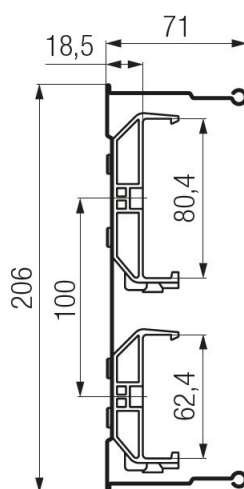
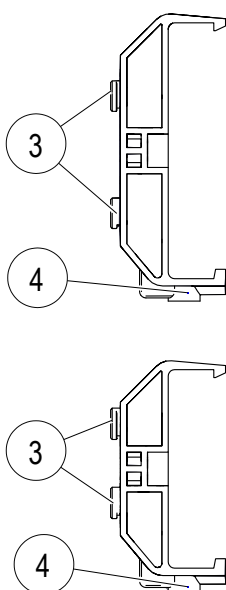
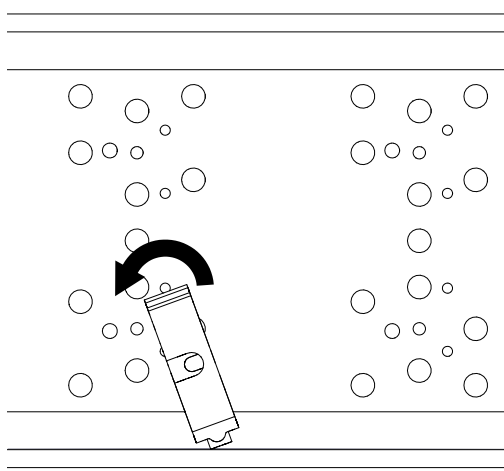
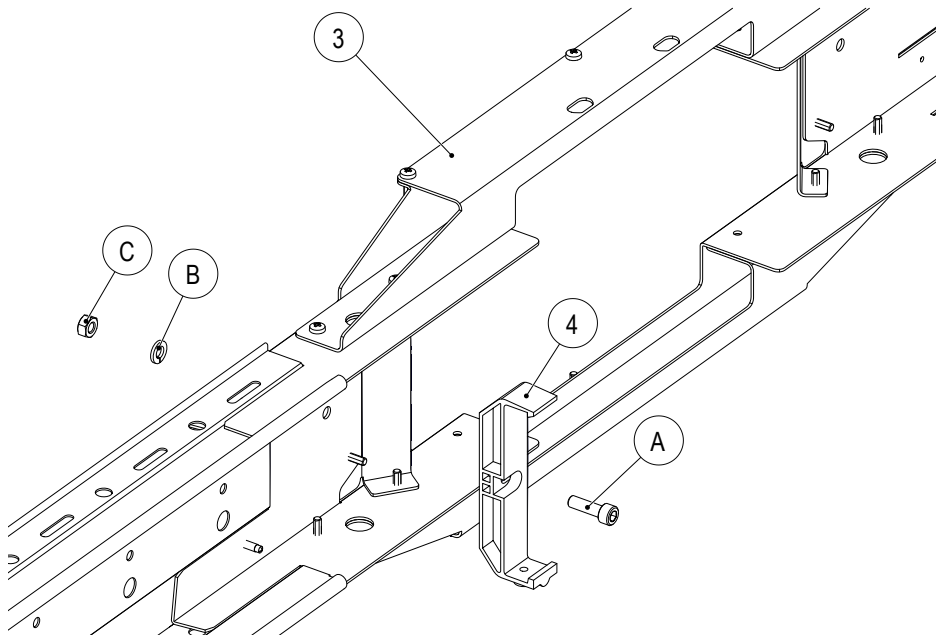

Abb. 58: Maße des 7-poligen Schienenhalters 0831 in ProShell 206
Abb. 59: Arretierungszapfen (4) und Zapfen (3)
Abb. 60: 3-poligen Schienenhalter in das ProShell-Tragprofilssystem 206 einhängen
Abb. 63: Fixpunkt (4) am Befestigungsrahmen (3) montieren
Die speziellen Lochreihen bei den Tragprofilschienen ProShell 206 ermöglichen ein einfaches Einhängen der Schienenhalter (siehe Abb. 58). Für sieben oder acht Pole werden zwei unterschiedliche Schienenhalter (z.B. 3-polig mit 4-polig oder 5-polig mit 3-polig oder 4-polig mit 4-polig) miteinander kombiniert (siehe Abb. 59 bis Abb. 60).
1. Den Arretierungszapfen (4) des Schienenhalters in den unteren Rahmen des ProShell-Tragprofils einhängen, sodass durch das Eindrehen des Schienenhalters die beiden Zapfen (3) in die Bohrungen des ProShell-Tragprofils versenkt werden (siehe Abb. 60 bis Abb. 63). Den 4-poligen Schienenhalter in den oberen Teil des ProShell-Tragprofils auf die gleiche Weise wie den 3-poligen Schienenhalter montieren